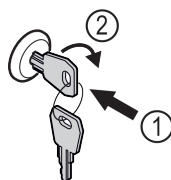

Fig. 57
- ▶ Sæt nøglen i Fig. 57 (1).
- ▶ Drej nøglen 90° med uret Fig. 57 (2).